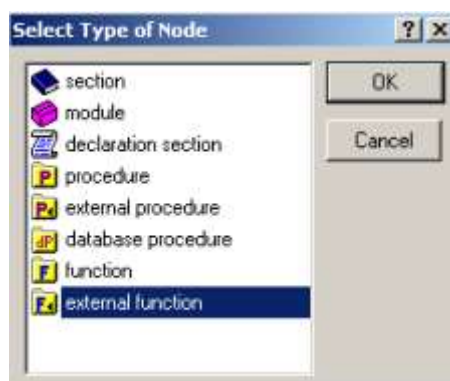

图 9.5: Select Node Type 对话框
- 从 Select Type of Node (见图 9.5) 对话框选择外部函数